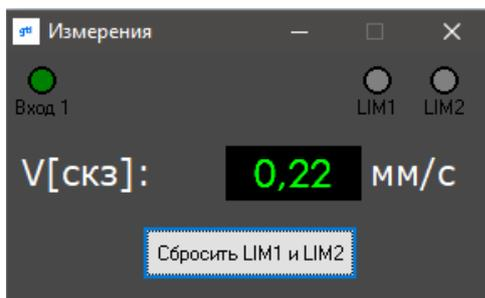

Рисунок 34 - «А6XX Viewer. Окно измерений»
- Кнопка «Измерения» - вызывает диалоговое окно, где отображается измеряемый параметр, измеряемое прибором значение, состояние входов и сигналов тревоги LIM1 и LIM2 (рисунок 34). В данном диалоговом окне также имеется возможность сбросить сигналы тревоги и реле LIM1 и LIM2.